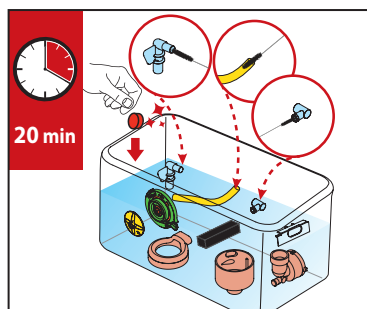

Fig.1
1. Așezați toate piesele sistemului de amestecare într-un recipient cu agent de curățare de uz alimentar, aprobat local, și apă fierbinte și înmuiați timp de aproximativ 20 de minute. (Vezi Fig.1)